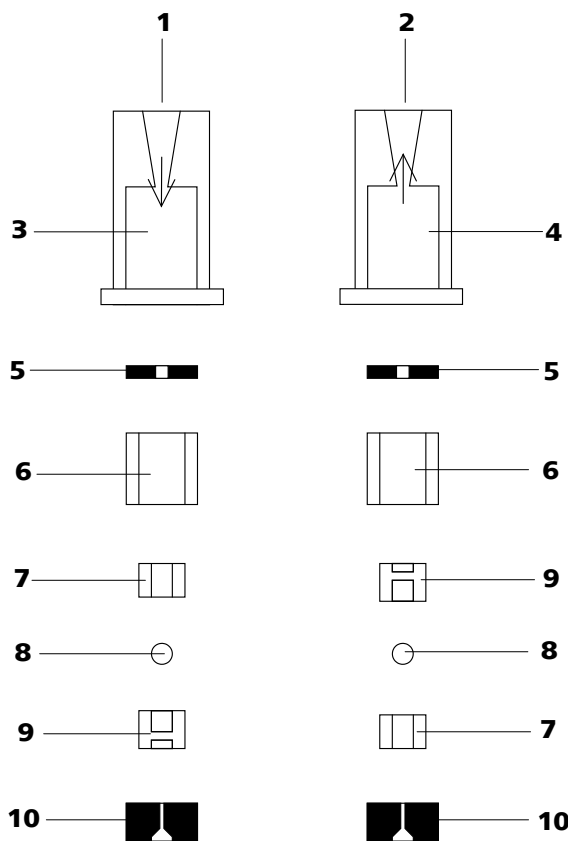

Figure 37 Composants des vannes d'admission et d'échappement
- La vanne d'admission et d'échappement sont composées des mêmes composants qui seulement sont placés différemment (voir Figure 37, page 70).
Recomposer les composants de la vanne conformément à la figure 37, page 70.
- Placer les autres composants de la vanne l'un sur l'autre en l'ordre (voir Figure 37, page 70) correct.
Si ce n'est pas le cas, la vanne doit être désassemblée de nouveau et rassemblée correctement (voir Figure 37, page 70).